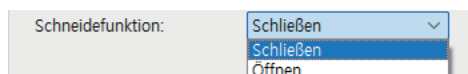

Fig.7
b. Einstellung des Schneiders: Der Schneiderschalter kann auf Ein oder Aus gesetzt werden (siehe Abbildung 7). Der Schneidmodus umfasst drei Optionen: